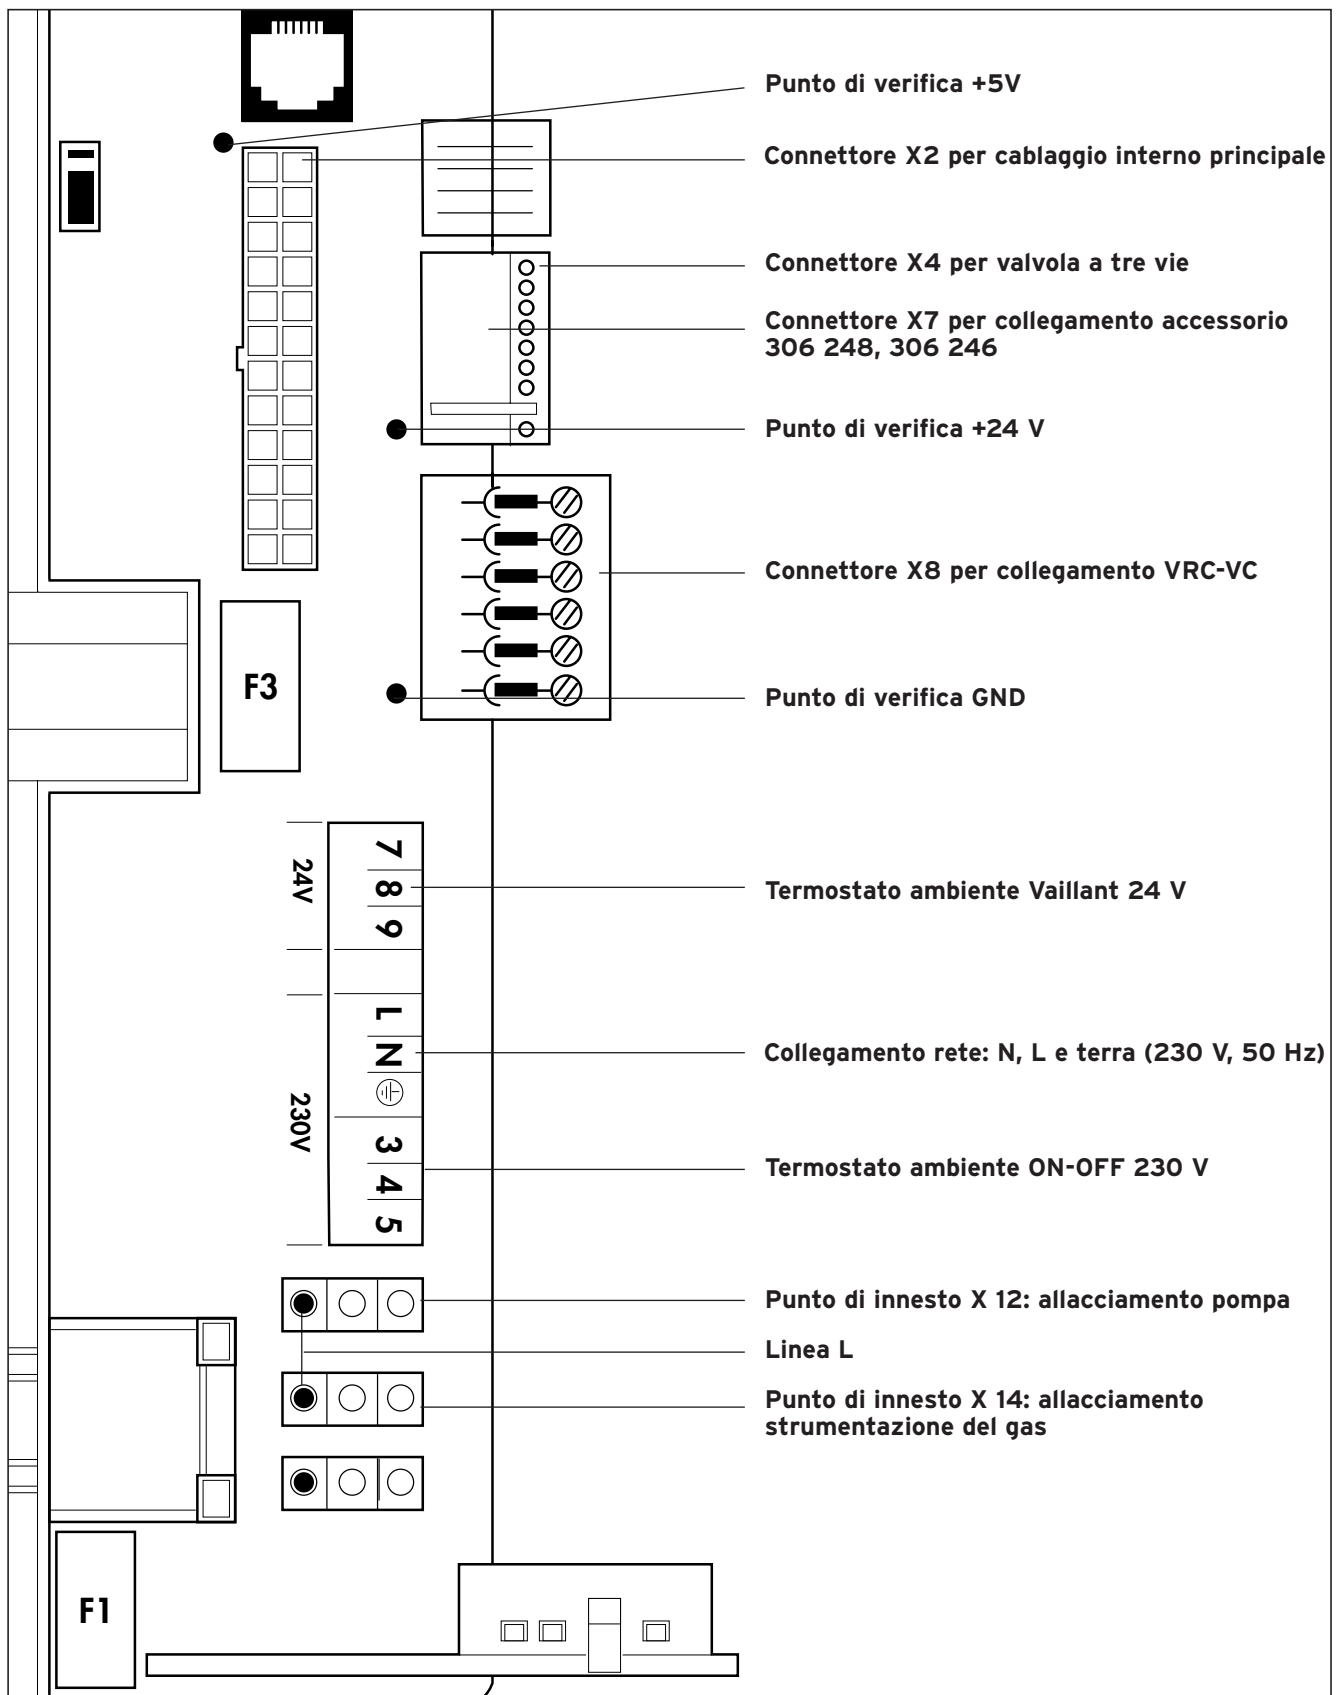

Fig. 3.16 Cablaggio
- Se necessario, allacciare nello stesso modo gli accessori indicati nella fig. 3.16.